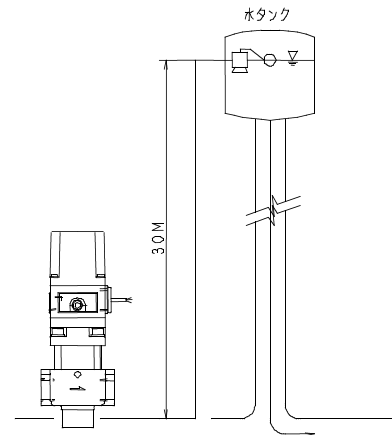

図2 逆圧負荷使用
- 1) 本弁は図2のように二次側に水頭圧がある時、一次側圧力が無くても弁閉し、主弁からの逆流はしない構造となっています。ただし、本弁位置での逆差圧(二次側圧力の方が一次側圧力よりも高い場合の圧力差)は0.3MPa以内としてください。